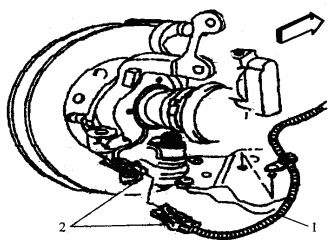

图 1-9 分离车轮速度传感器
(2) 如图 1-9 所示, 断开车轮速传感器插接器, 从托架上拆卸车轮速度传感器。